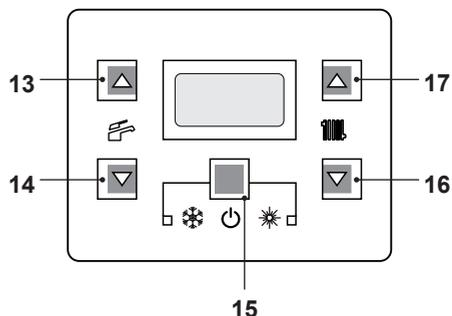
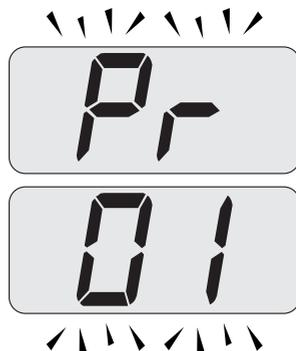
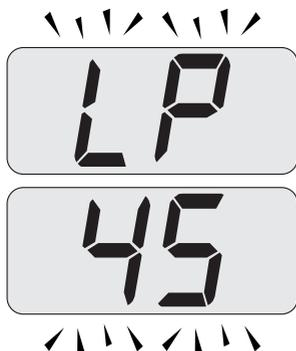
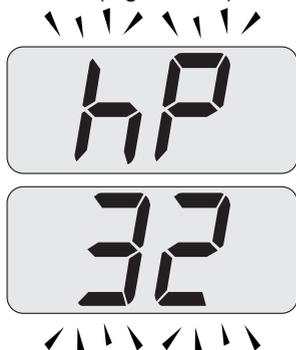

Figura 9.18
Figura 9.19
Figura 9.20
Figura 9.21
- Entrare in "modalità programmazione" premendo contemporaneamente per 10 secondi i tasti 15 - 16 - 17 (Figura 9.18) fino a far apparire sul display LCD le lettere **Pr** che si alternano con il codice **01**, indicanti l'entrata nel "parametro 01" (Figura 9.19).
- Premere contemporaneamente i tasti 16 e 17 (Figura 9.18) fino a far apparire sul display LCD le lettere **LP** che si alternano con il valore di temperatura dell'acqua di riscaldamento (es. **45**), indicanti l'entrata nell'attivazione della "funzione spazzacamino" alla potenza minima in sanitario (Figura 9.20).
- Premendo il tasto 17 (Figura 9.18) è possibile variare la potenza in modalità spazzacamino: con visualizzazione sul display LCD delle lettere **hP** che si alternano con il valore di temperatura dell'acqua di riscaldamento (es. **32**), siamo in "funzione spazzacamino" alla potenza minima in riscaldamento (Figura 9.21).
- Ripremendo contemporaneamente per 10 secondi i tasti 15 - 16 - 17 (Figura 9.18)